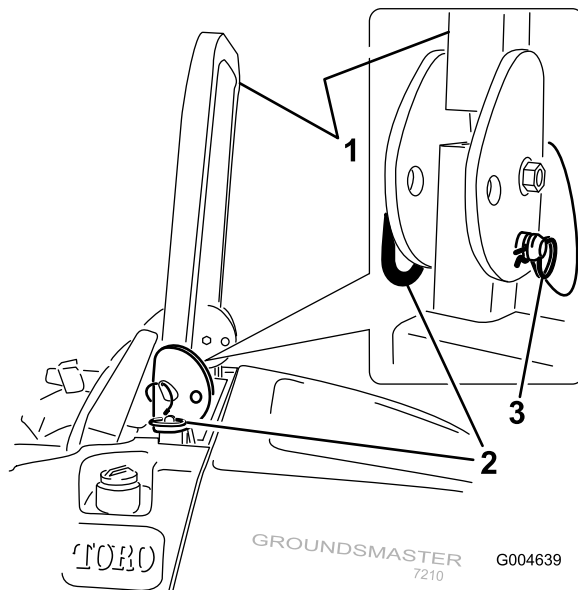

Figura 10
1. Para bajar la barra anti-vuelco, retire las chavetas, empuje la barra hacia adelante contra los muelles, y retire los 2 pasadores (Figura 10).
3. Instale los dos pasadores y sujételos con las dos chavetas (Figura 10).
4. Para elevar la barra anti-vuelco, retire las chavetas y retire los dos pasadores (Figura 10).
5. Eleve la barra anti-vuelco a la posición vertical, instale los dos pasadores y fíjelos con los pasadores de horquilla (Figura 10).